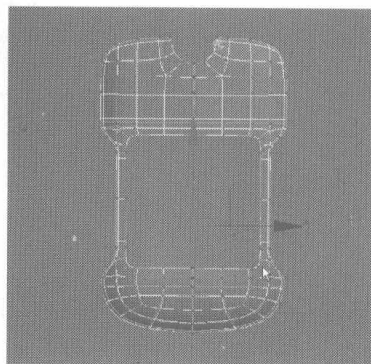

图 4.149
- 21** 选择如图 4.149 所示接缝处的节点，在 Edit Vertices 卷展栏中单击 右侧的小按钮，在弹出的对话框中设置焊接参数，单击 OK 按钮，将接缝处的节点焊接。